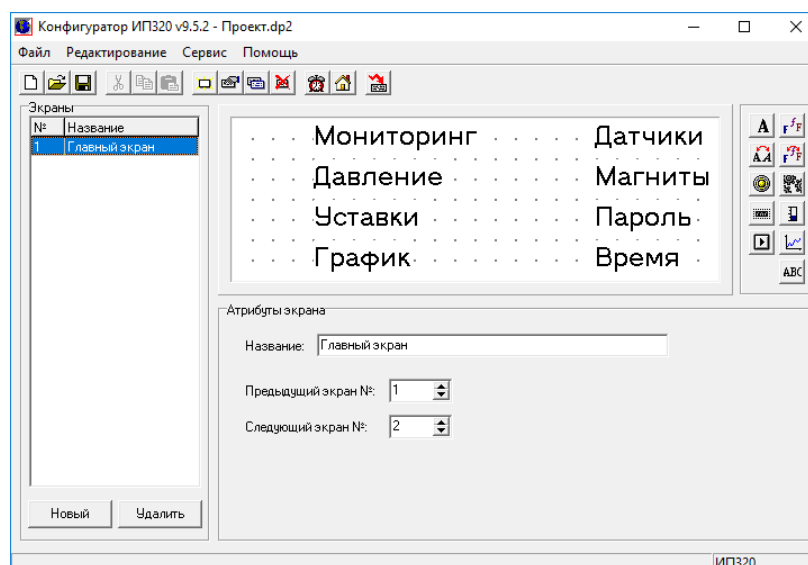

Рисунок 7.3 – Текстовые элементы экрана №1
- Снизу от рабочей области отобразится область «Атрибуты экрана» (см. рисунок 7.3).
9. Создать текстовые элементы экрана. Приемы ввода текста описаны в п. 4.2. Результат (см. рисунок 7.3).